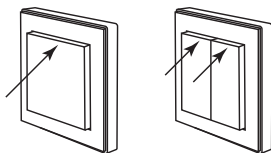

Рисунок 4. Подключение радиовыключателей РВ1, РВ2 к приемникам Р1, Р2К, Р3К
- Для подключения радиовыключателя РВ1 к приемнику необходимо нажать в этот промежуток времени на кнопку «включение» (верхняя часть клавиши радиовыключателя) (рисунок 4).
- Для подключения РВ2 необходимо нажать на кнопку «включение» того канала, к которому необходимо подключить приемник (рисунок 4).